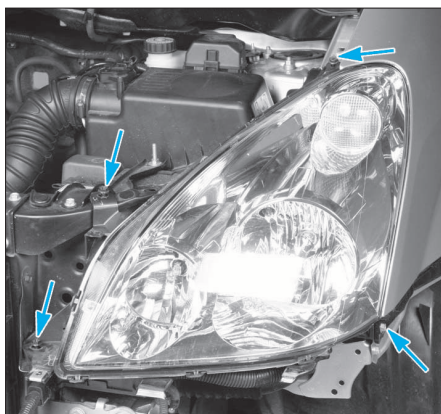

FIG. 9
- Déposer les quatre vis de fixation du projecteur (fig. 9).